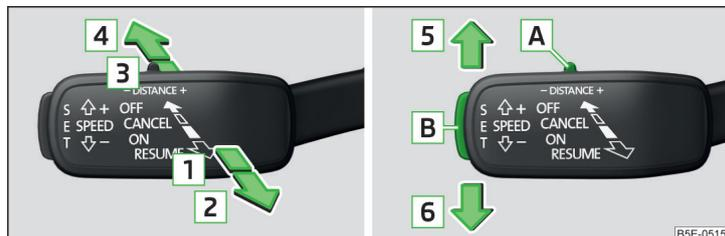

Abb. 142 Bedienungshebel
Übersicht der ACC-Funktionen, welche mit dem Hebel bedient werden » Abb. 142
- Die Taste **SET** » **Abb. 142 auf Seite 117** drücken.
- **oder:** Den Hebel in die gefederte Stellung **RESUME** » **Abb. 142 auf Seite 117** einstellen.
- Den Hebel in die gefederte Stellung **CANCEL** » **Abb. 142 auf Seite 117** einstellen.
Die gewünschte Geschwindigkeit wird mit dem Bedienungshebel eingestellt oder geändert » **Abb. 142 auf Seite 117**.
» Abb. 142 auf Seite 117 oder im Infotainment » *Bedienungsanleitung Infotainment* eingestellt werden.
➤ Den Schalter **DISTANCE** in die gefederte Stellung – oder + einstellen » Abb. 142 auf Seite 117.
Ein Beschleunigungsvorgang kann jederzeit durch Betätigung des Bremspedals oder den Druckpunkt **CANCEL** am Bedienungshebel  **Abb. 142 auf Seite 117** abgebrochen werden.